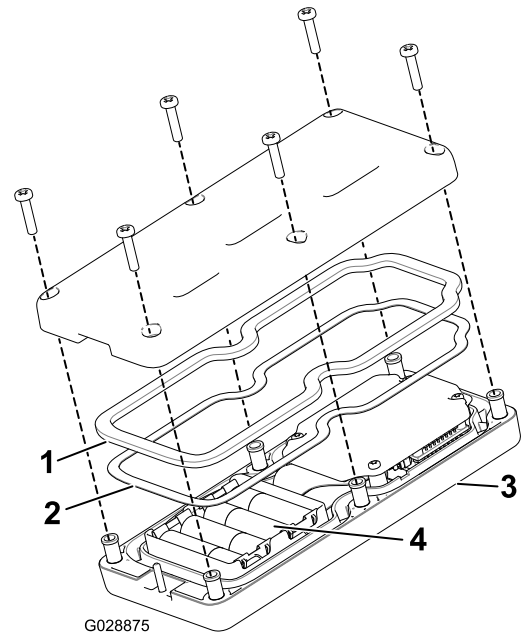

图18
控器无法操作。）电池端子仓位分别带有正负极标志（图18）。
3. 确保钢垫片和橡胶密封件正确放置于遥控器的槽内，然后将后盖放回原位（图18）。
4. 用 6 个螺丝固定后盖（图18），上紧螺丝扭矩至 $1.5 \sim 1.7 \text{ N} \cdot \text{m}$ 。